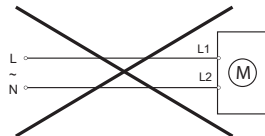

Fig. 3
- Viften tilkoples spenning iht. koplings skjema, Fig. 3.
- Viften kan tilkoples to alternative hastigheter, Fig. 3. L_2 er maks hastighet, L_1 er min. hastighet. Man kan kople til en separat bryter for å velge hastighet. Denne er illustrert som max/min i Fig. 3.
- Fläkten ansluts till spänningen enligt kopplingsschemat, Fig. 3.
- Fläkten kan köras i två alternativa hastigheter, Fig. 3. L_2 är den högsta hastigheten, L_1 är den lägsta hastigheten. Det går att ansluta en separat brytare för att välja hastighet. Den illustreras som max/min i Fig. 3.